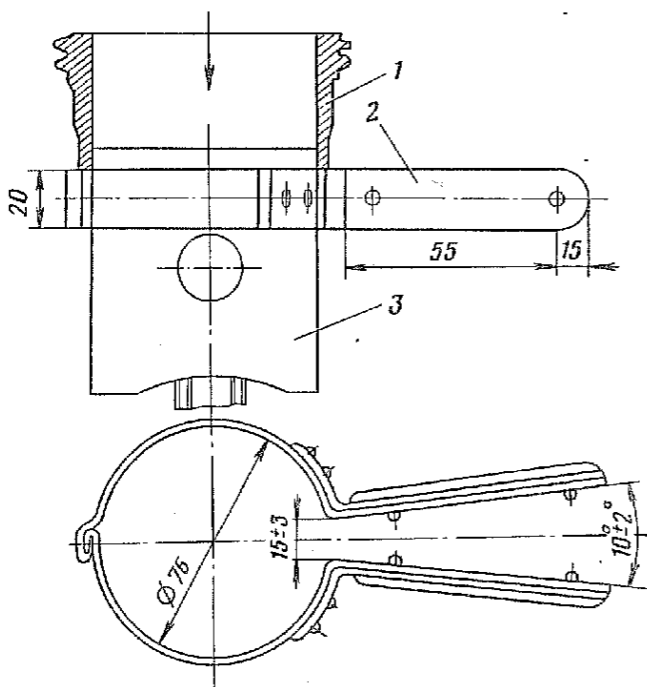

Рис. 16. Приспособление для обжима поршневых колец:
2.10. Установить цилиндр на поршень, обжав поршневые кольца приспособлением 2 (рис. 16), после чего установить цилиндр на картер двигателя (приспособление для обжима поршневых колец, молоток 500 г, наставка деревянная).